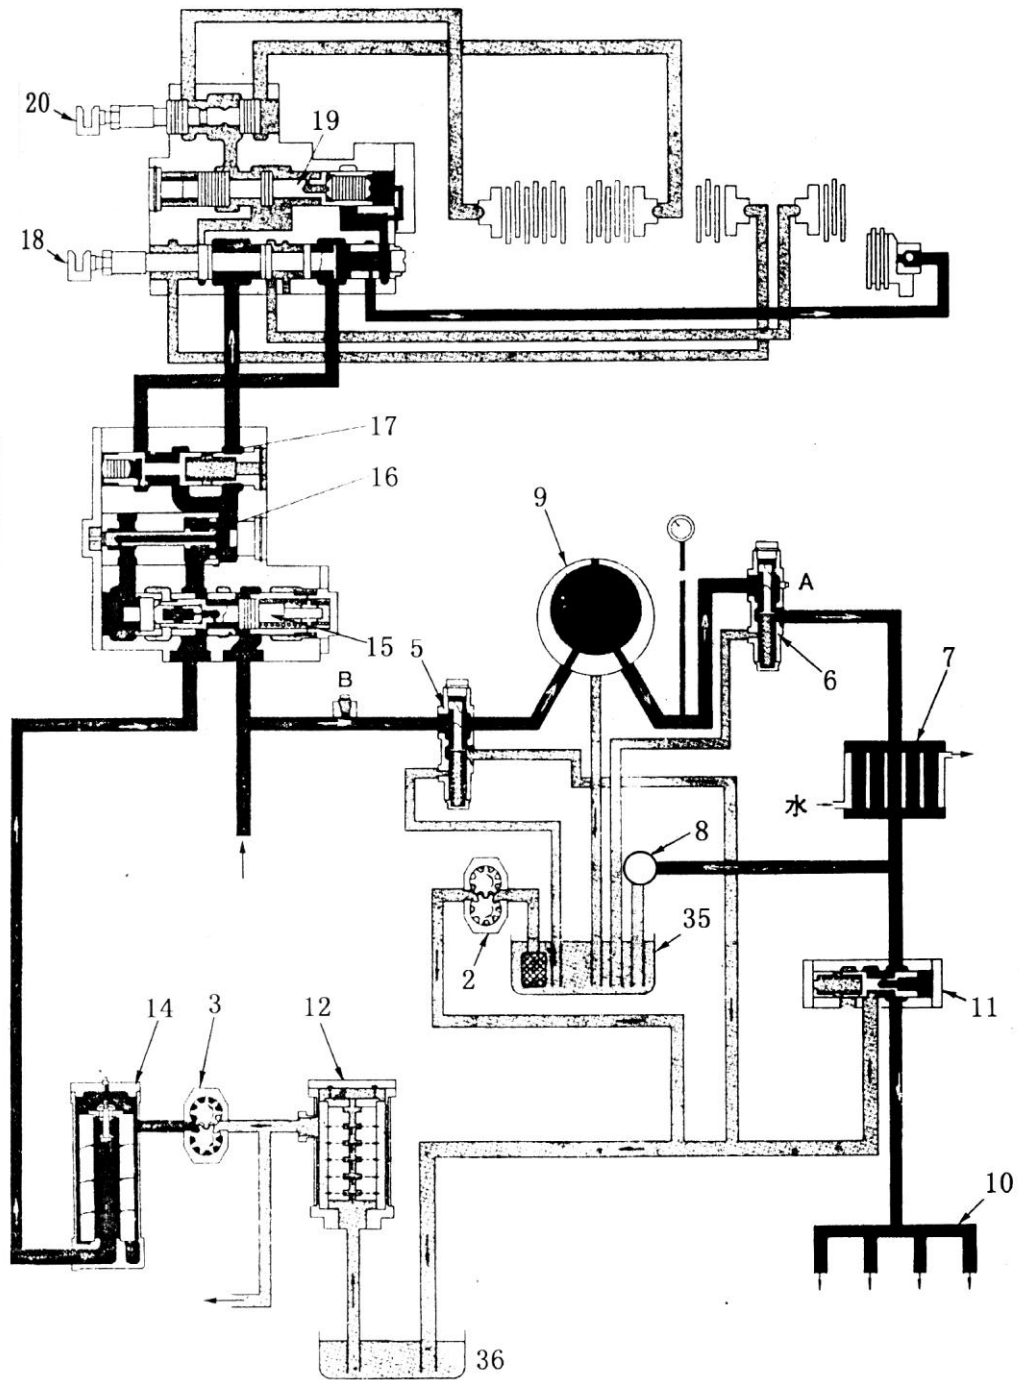

Рис. 5-72.
Структурная схема гидравлической системы коробки передач (Рис. 5-72).
Насос коробки передач - шестеренного типа. Он подсоединен к раздаточной коробке, которая предназначена для преобразования механического усилия в гидравлическое. Масло всасывается из картера коробки передач через сетчатый фильтр (12) (рис. 5-72), а затем подается в регулирующий клапан через сетчатый фильтр (14). После регулировки давления оно подается в спускной клапан гидротрансформатора (5) (номинальное давление 0,87 МПа, откуда избыточное масло возвращается обратно в картер трансмиссии. Масло, прошедшее спускной клапан, подается в гидротрансформатор (9), и поддерживает достаточное давление в гидротрансформаторе, которое регулируется клапаном (6). Масло, прошедшее регулирующий клапан, охлаждается в системе охлаждения масла, а затем один поток направляется на клапан смазки (11) для смазки картера трансмиссии, после чего стекает на днище картера коробки передач. Второй поток смазывает механизм отбора мощности, а затем стекает на днище картера коробки передач. Насос отсасывающей магистрали (2) предназначен для обеспечения непрерывного потока масла в гидротрансформаторе, поступающего в картер коробки передач.